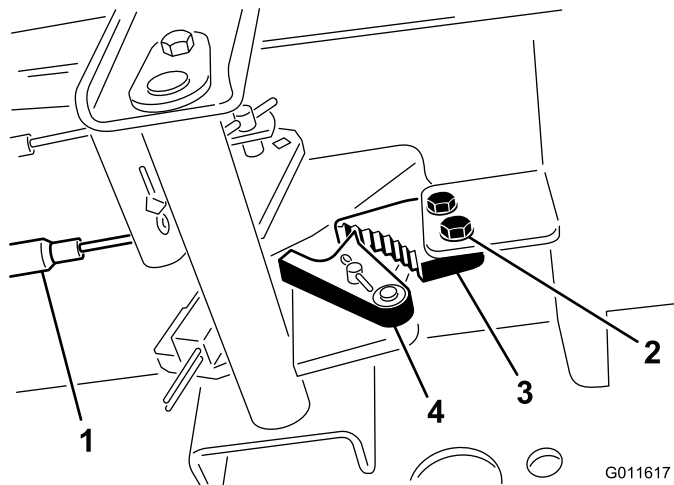

図 73
1. 駐車ブレーキのツメをフレームに固定しているネジ2本をゆるめる 図 73。
2. ブレーキのツメが戻り止めに完全に掛かるまで駐車ブレーキペダルを前に踏み込む 図 73。